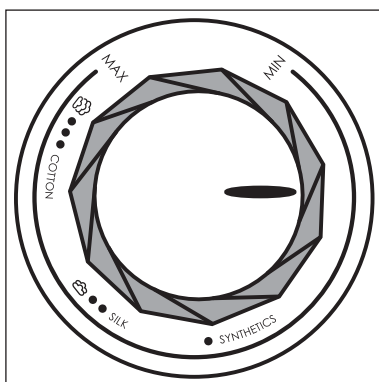

Fig. 2
- 3) Setati temperatura potrivită cu ajutorul regulatorului de temperatură ⑥ (a se vedea tabelul de mai jos și fig. 2).